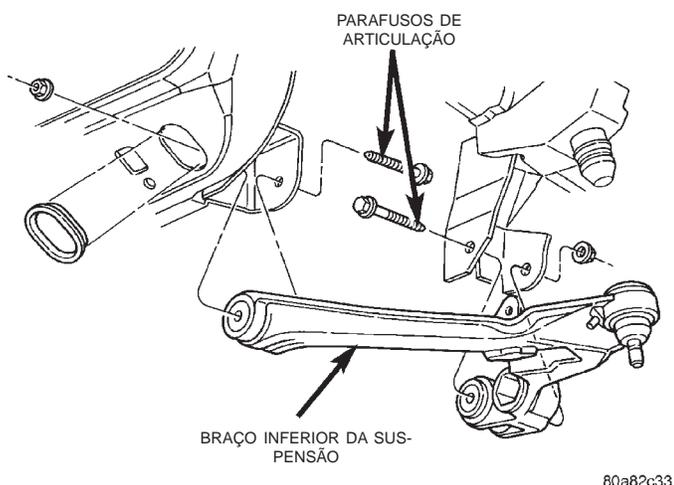

Fig. 10 Braço Inferior da Suspensão
(8) Remova os parafusos de articulação do braço da suspensão e o braço da suspensão dos suportes da longarina do chassi (Fig. 10).
(9) Inspeção a vedação da junta esférica inferior e substitua-a se danificada. Retire a vedação velha com uma chave de fenda, se necessário.